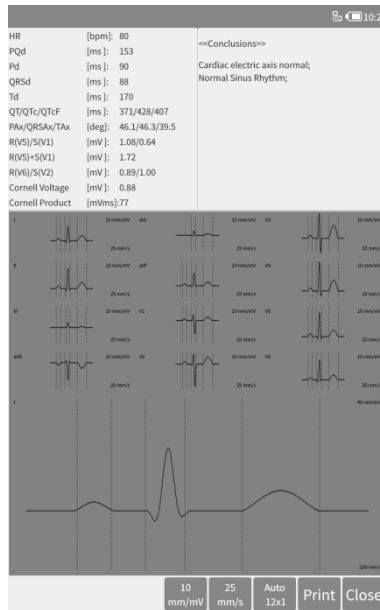

Abbildung 7-7 Diagnoseschnittstelle
- Bericht: zeigt Dateninformationen und das Diagnoseergebnis des Falls an, wie in Abbildung 7-7 dargestellt.